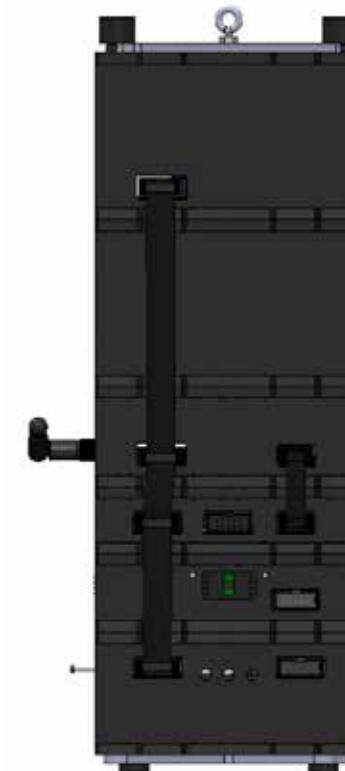

Рисунок 121. Подключение шлейфами
7) Подключить модули друг к другу шлейфами (рисунок 121):